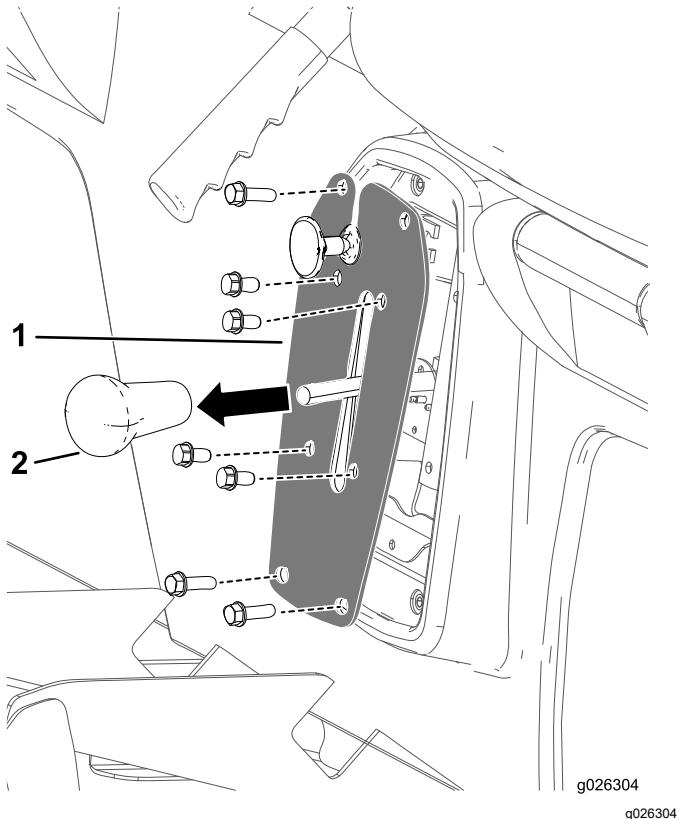

Рисунок 42
- Снимите рукоятку с рычага переключения передач (Рисунок 42).
- Выверните 4 болта крепления пластины переключения передач к консоли механизма переключения передач (Рисунок 42).
- Выверните 4 болта крепления пластины переключения передач к основанию сиденья и снимите пластину переключения передач (Рисунок 42).
4. Наверните рукоятку рычага переключения передач и затяните ее от руки (Рисунок 42).